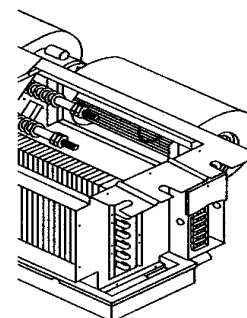

Figura 3
5. Para tener acceso a las terminales eléctricas, retire la lateral derecha de la caja de conexiones. Ver Figura 3.